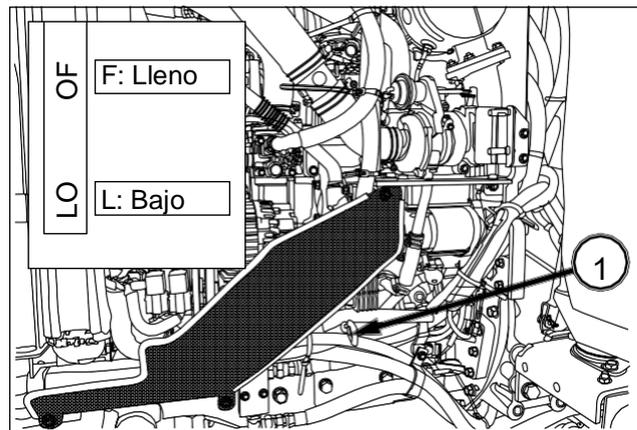

FIG. 192
FIG. 192 y 193: Para comprobar el nivel del aceite de motor - Aparque el tractor en suelo llano. Asegúrese de haber dejado enfriar el motor lo suficiente antes de comprobarlo. Saque la varilla medidora (1) y compruebe que el nivel de aceite se sitúe entre las marcas superior (F) e inferior (L) de la varilla. Seque la varilla, vuelva a introducirla en el motor y compruebe de nuevo el nivel de aceite.